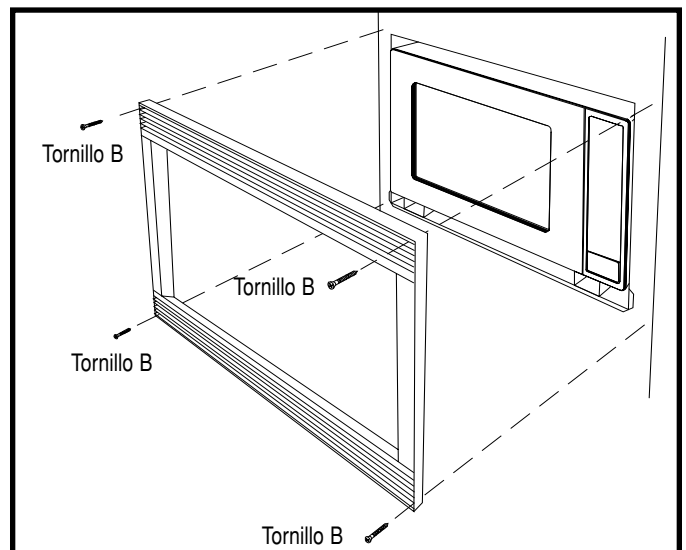

Ilustración 5
3. Coloque el MARCO en ángulo recto con respecto al horno. Coloque cuidadosamente el MARCO sobre el horno. Verifique que esté nivelado y luego asegure mediante los dos Tornillos B. Véase la ilustración 5.
4. Sujete la parte inferior del MARCO mediante los dos Tornillos B restantes. Véase la ilustración 5.